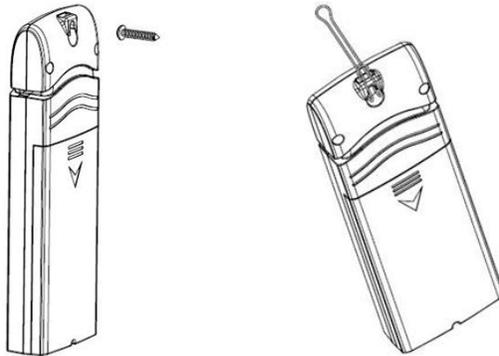

Abbildung 17: Innensensormontage
- Verwenden Sie eine Schraube oder einen Nagel, um den Fernsensor an der Wand zu befestigen, wie links in Figure 17 gezeigt oder
- Hängen Sie den Fernsensor mit einer Schnur auf, wie rechts in Figure 17 gezeigt.